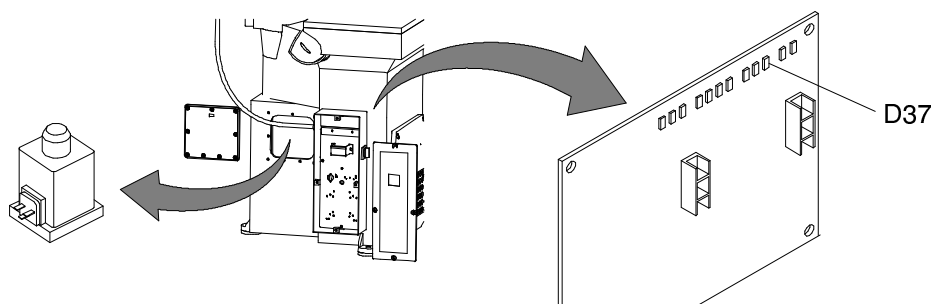

Fig. 23
b) Si los leds D28 y D25 se iluminan normalmente, controlar la iluminación del led D37 sobre la placa electrónica (cód. 02E03947, tabla 8). Si el led D37 se ilumina normalmente, verificar el cableado desde el electroimán hasta la placa y también el electroimán (cód. 02001746, tabla 5-6-7). Verificar que al electroimán (cód. 02001746, tabla 5-6-7) llegue la correcta tensión de 40/45V (Fig. 23).